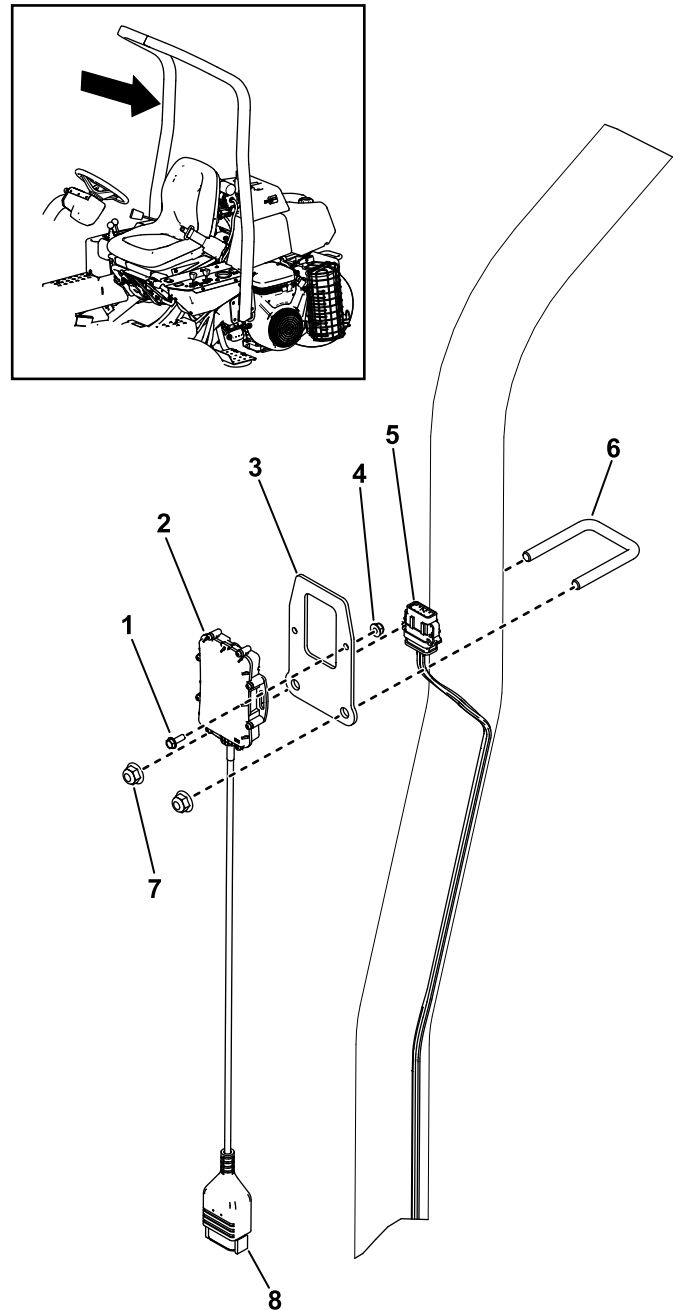

Figure 5
1. Fixez le support du dispositif sur l'arceau de sécurité (Figure 5) à l'aide d'un étrier fileté et de 2 écrous (3/8").
2. Branchez le connecteur du dispositif sur le connecteur du faisceau du dispositif télématique étiqueté P02 (Figure 5).
Avec 2 boulons (n° 10) et 2 écrous (n° 10), fixez le dispositif télématique sur son support (Figure 5).